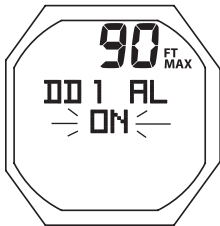

Fig. 131 - SET FREE DD1 AL
**Set DD1 Alarm,** information includes (Fig. 131):